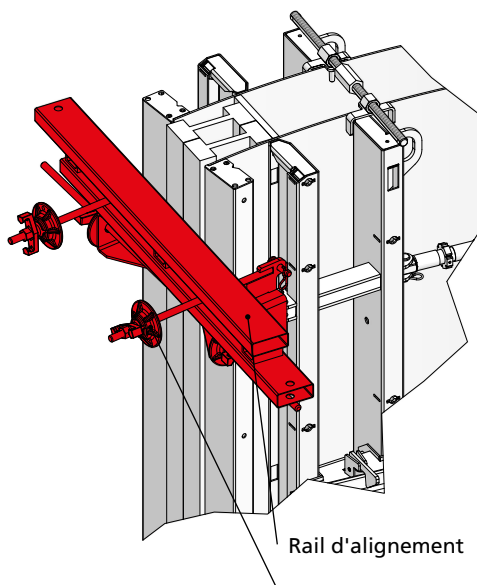

Fig. 17.4
3. Insérer ensuite un rail d'alignement sur les deux tendeurs d'about et utiliser deux écrous articulés pour le fixer (Fig. 17.4). Le tendeur d'about a un filetage DW de 15 mm. Le rail d'ancrage varie en fonction de l'épaisseur du voile à réaliser. Tendeurs d'about, écrous articulés et rails d'alignement reprennent la pression exercée par le béton sur l'about du coffrage.